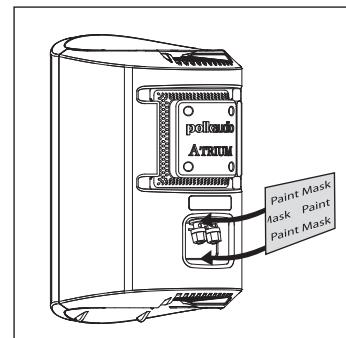
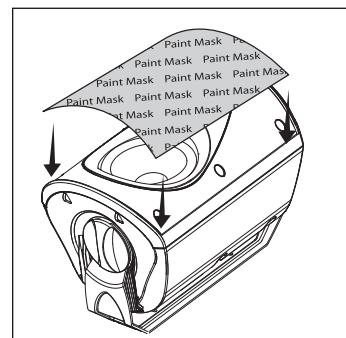

FIGURA 6: Proteja os terminais de conexão localizados atrás da caixa acústica.
FIGURA 7: Proteja os alto-falantes e sonofletores.
2. Proteja os terminais de conexão localizados atrás da caixa acústica [figura 6], os painéis das extremidades e os botões do suporte. Proteja bem a parte frontal da caixa acústica para evitar pintar os alto-falantes e sonofletores [figura 7]. A grade tem um logotipo que pode ser protegido caso não queira pintá-lo.